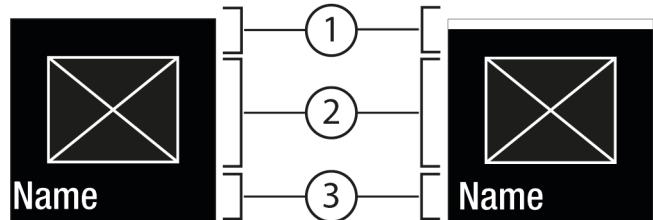
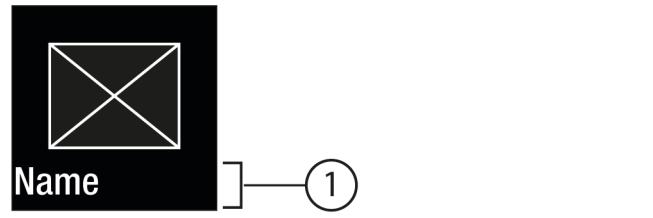

Fig. 6
Fig. 7
- С помощью Подтвердить Fig. 5 (2) вызвать Подменю Fig. 7 (4).
- Установка нового значения: С помощью Подтвердить Fig. 5 (2) выбрать деактивированное значение Fig. 6 (1).
- Назад в меню: С помощью Подтвердить Fig. 5 (2) выбрать уже активированное значение Fig. 6 (2).
▷ Состояние: активировано Fig. 6 (1) появляется недолго в Подменю Fig. 7 (4).